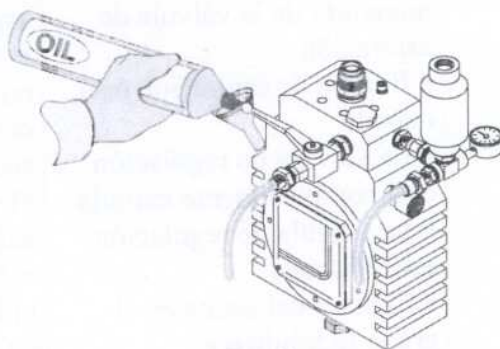

Fig.42
1) Aflojen el mango de la pistola (fig. 42, detalle A) y saquen el filtro colocado dentro de la misma (fig. 37, detalle B). Realicen la limpieza utilizando disolvente con un pincel o cepillo y aire comprimido.
- c) Coloquen de nuevo el tapón de descarga y llénelo de aceite por el agujero de carga (fig. 42).